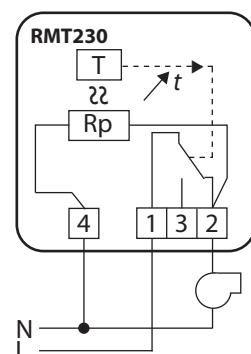

Fig. 6.
RMT versions with parallel accelerator Rp, will have a lower temperature differential when terminal ④ is connected as shown in fig. 6 & 7.
Le thermostat RMT avec résistance anticipatrice a un faible différentiel de température pour assurer une régulation plus fine. Raccorder dans ce cas la borne ④ comme indiqué Fig. 6 et 7.
På de RMT-udgaver som er forsynet med en parallelaccelerator Rp, opnås der en lavere temperaturdifferens, når klemme ④ forbindes som vist på fig. 6 og 7.